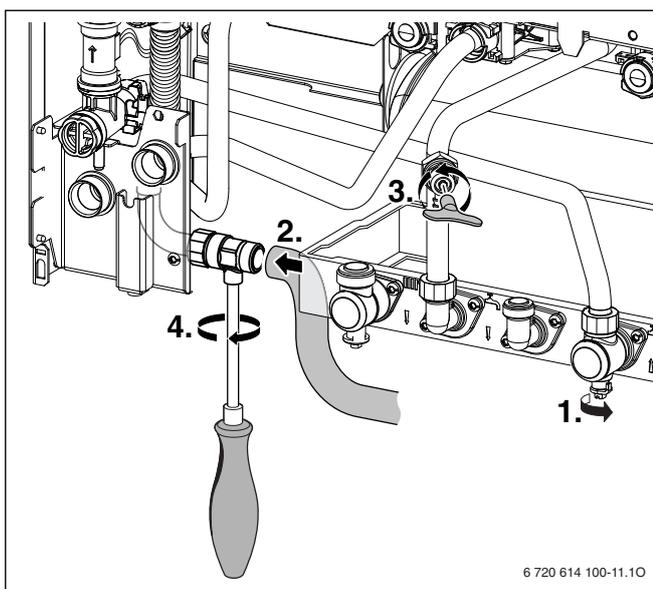

Fig. 60
1. Chiudere il rubinetto dell'acqua fredda (oppure 1 fig. 60).
2. Collegare una tubazione al rubinetto di scarico del serbatoio (vedere 48 fig. 4 oppure 2 fig. 60)
3. Aprire il rubinetto di spurgo aria (vedere 61 fig. 4 oppure 3 fig. 60)
4. Aprire il rubinetto di scarico del serbatoio (vedere 49 fig. 4 oppure 4 fig. 60)